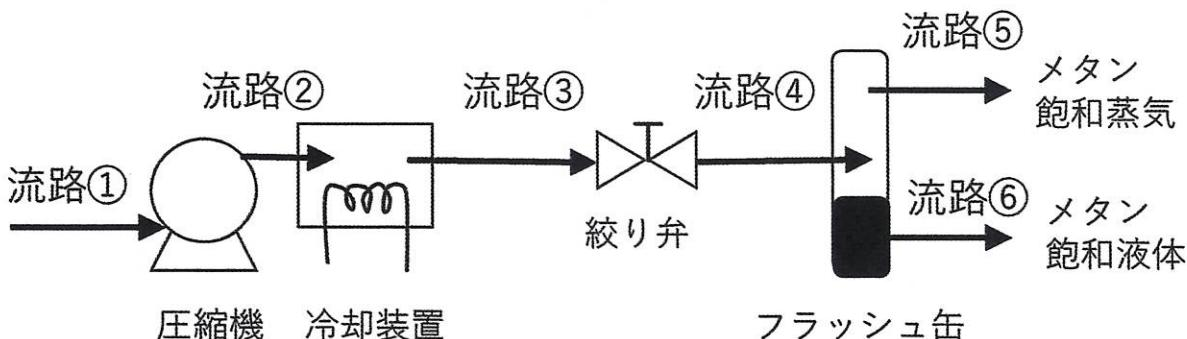

図 1 メタン液化プロセス
- (e) 図1に示したプロセスのエネルギー消費をさらに削減するためには、どのように改良すればよいか説明せよ。